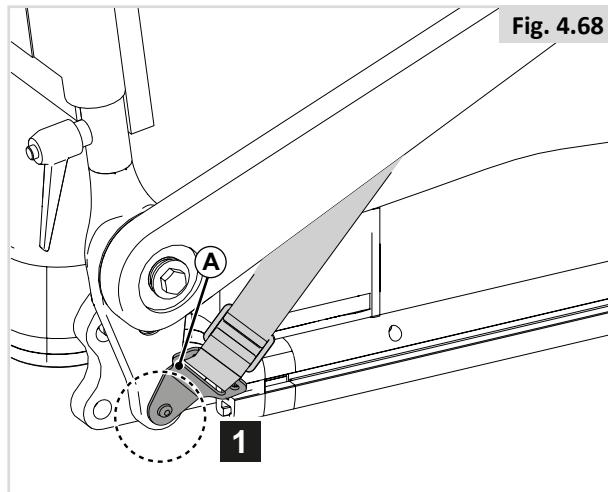

Fig. 4.68
1. Anslut (A) till sitsens ram med hjälp av en skruv till vänster och till höger. (Fig. 4.68)